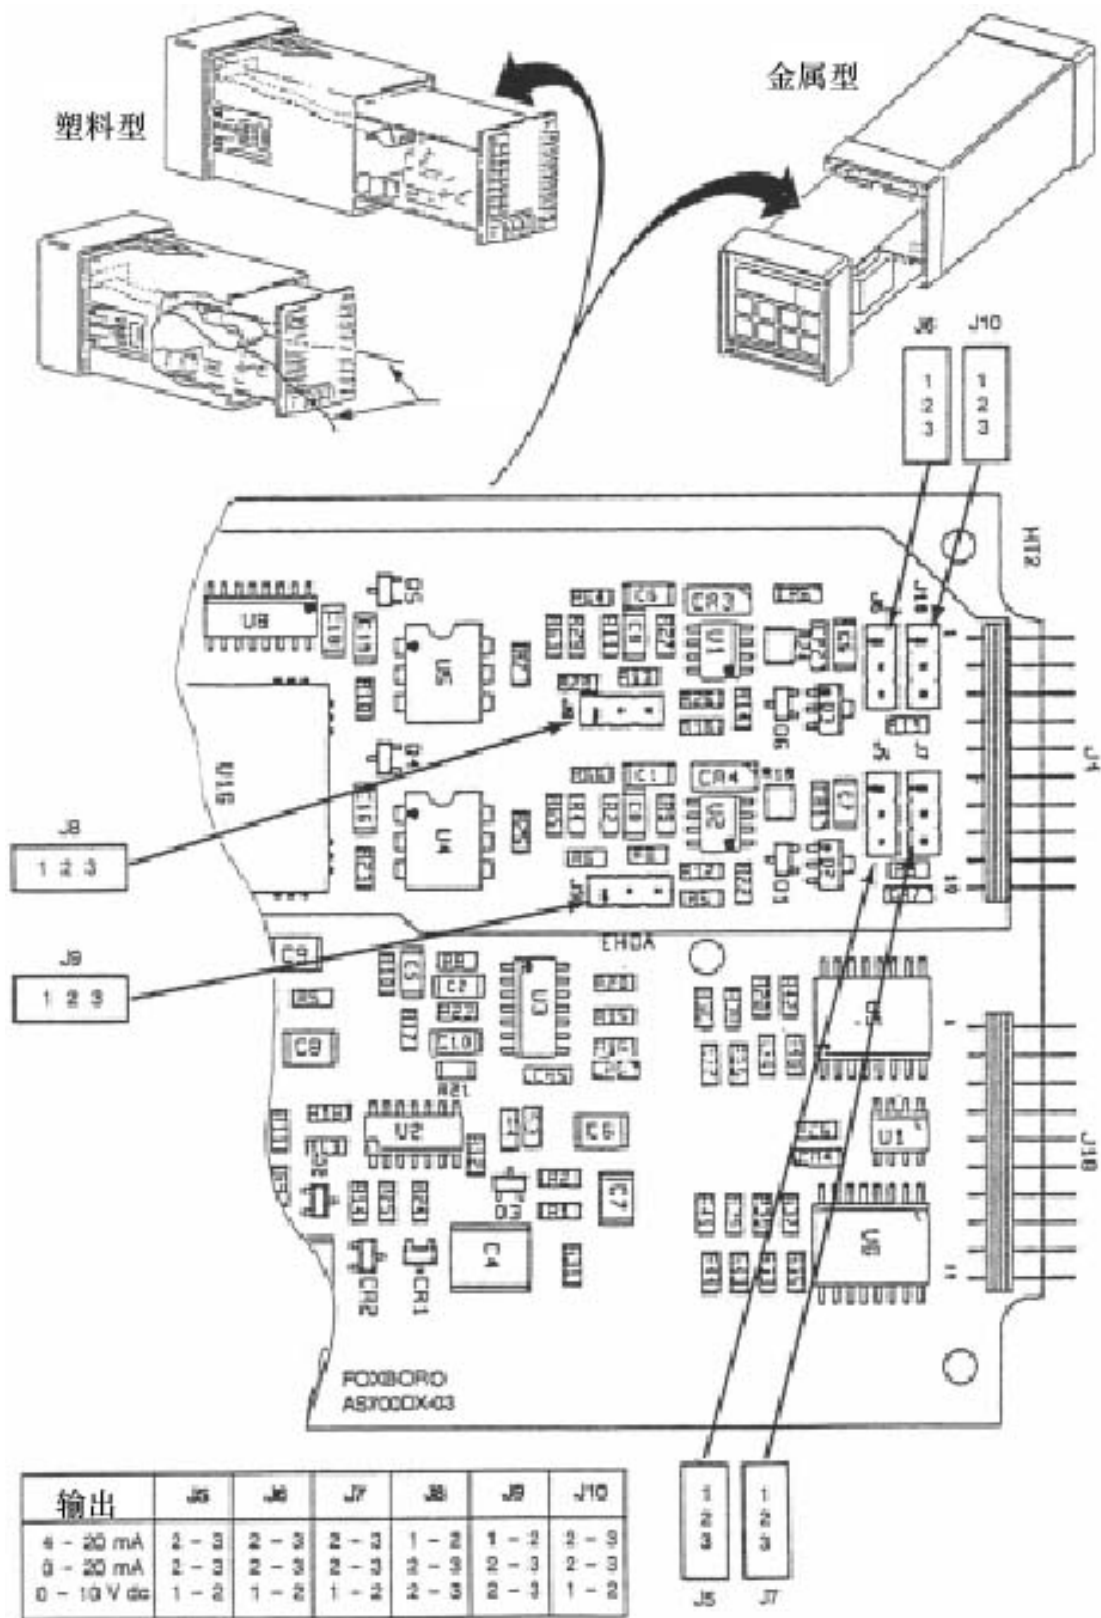

图 17 修改模拟输入用的跳线
- 4、参见图 17 以确定跳线位置。
在塑料型上，必须穿过扁平电缆环成的圈，以这样一种方式来操纵一根细绳，即当将电路板配件滑进机壳里时，细绳/扁平电缆可以被同时拉回，以防止损坏电缆。见图 17。